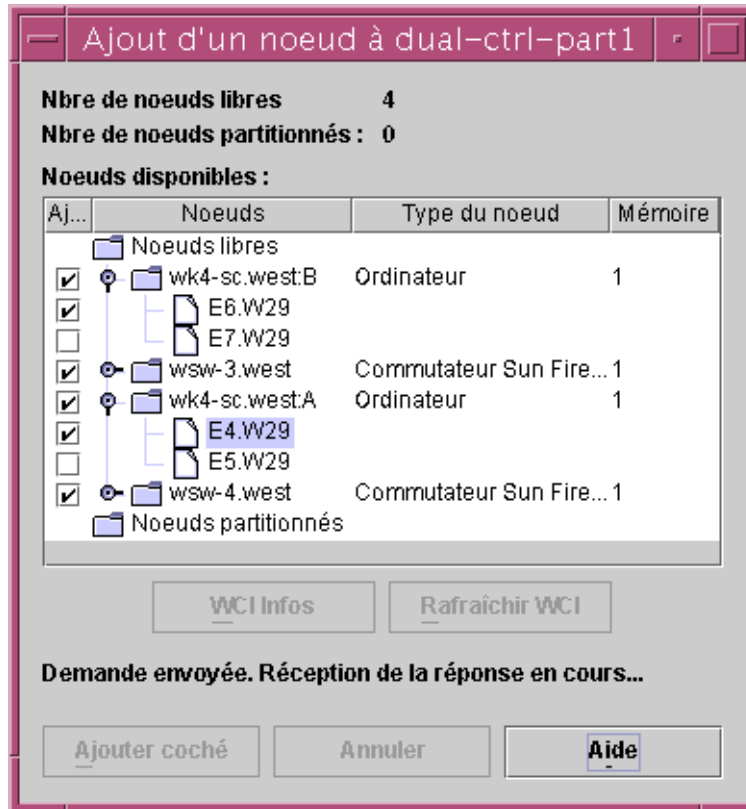

FIGURE 6-10 Boîte de dialogue Ajout de noeud pour une partition bicontrôle sur un système Sun Fire 6800 avec les noeuds et les commutateurs sélectionnés.
5. Pour les noeuds, cliquez sur la case à gauche de chacun des ensembles Sun Fire Link que vous voulez inclure dans la partition. Voir FIGURE 6-10.